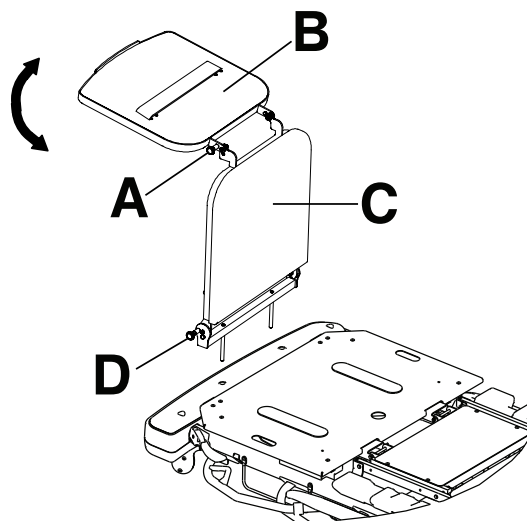

Figura 11 – Vassoio del defibrillatore/prolunga poggiatesta
1. Estrarre il pomello superiore (A) (Figura 11).
2. Fare ruotare il vassoio del defibrillatore (B) finché non è orizzontale al di sopra del lato piedi del prodotto. Rilasciare il pomello superiore (A). Assicurarsi che il vassoio del defibrillatore sia bloccato in posizione.
Conversione del vassoio del defibrillatore/prolunga poggiatesta in prolunga poggiatesta (Figura 11)